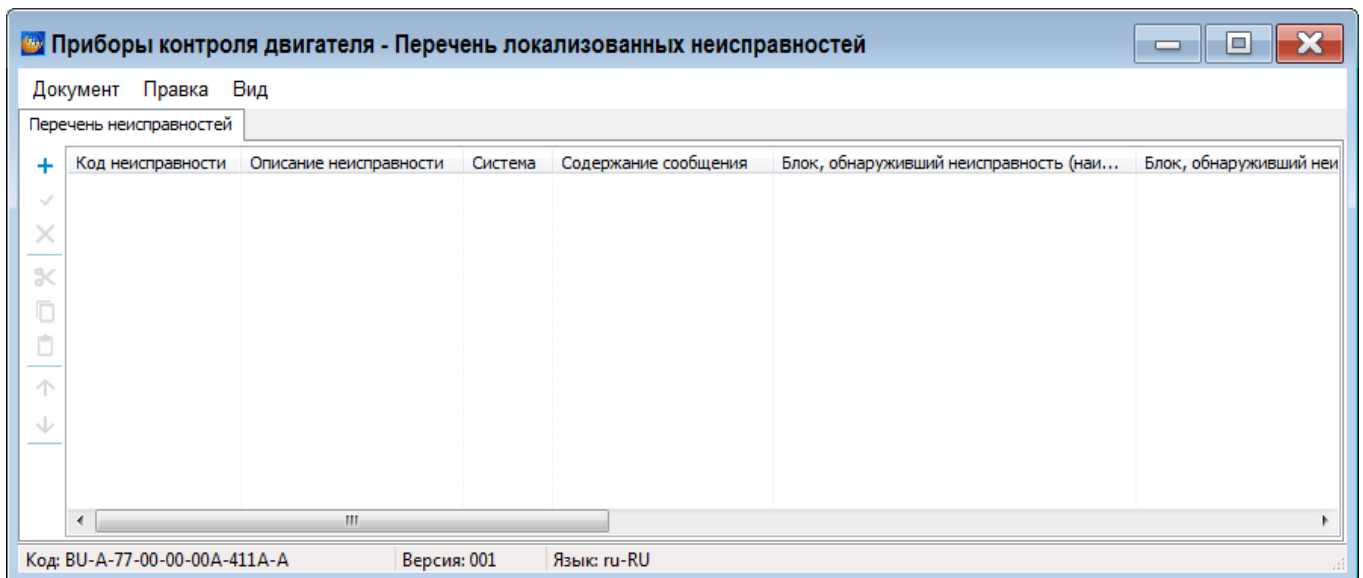

Рисунок 823
3) Выделите версию и нажмите на кнопку . При этом откроется окно редактора (рисунок 823).